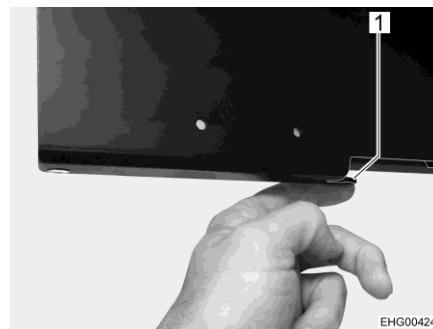

Bild 85 Låsa upp svängmekanismen
- För att vrida den platta bildskärmen till önskat läge: Tryck på den svarta spaken (Bild 85,1) nedtill på utdragsplattan och vinkla den platta bildskärmen.